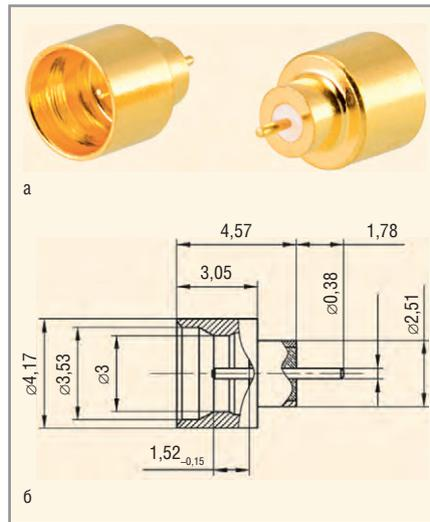

Рис. 1. Соединитель SMP-ВБМГП-Х-1-327-1.С:
- вилка коаксиальная герметичная SMP-ВБМГП-Х-1-327-1.С (см. рис. 1) – аналог герметичного соединителя 127-1711-601 Johnson-Emerson (характеристики соединителя SMP-ВБМГП-Х-1-327-1.С приведены в таблице);